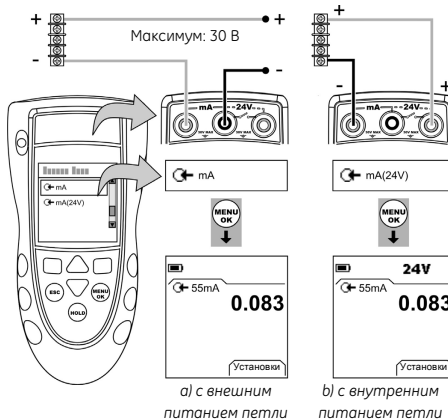

Рисунок 4: Пример конфигурации - Измерение мА
1. Подключите прибор (Рисунок 4) и, при необходимости, отрегулируйте *Настройка* (Таблица 1).